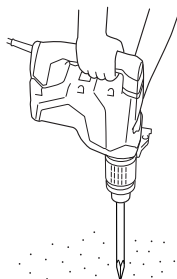

Fig. 6
2. Comment buriner ou démanteler (Fig. 6)